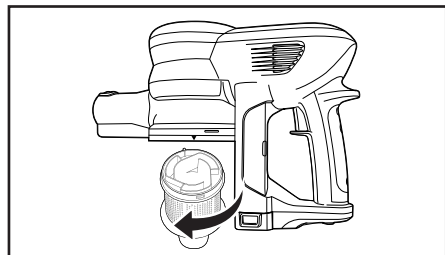

Fig. 4
2. Faites pivoter le cylindre interne dans le sens des aiguilles d'une montre pour le retirer du corps principal (Fig. 4).